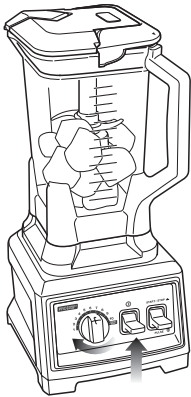

Fig. 6
- 10 Gire la perilla de velocidad variable a 1. (Fig. 6)